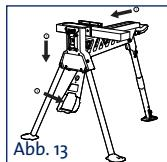

Abb. 13
1. Legen Sie das Werkstück an der vorderen feststehenden Klemmbauste (2) an. Schieben Sie die bewegliche Klemmbauste (1) gegen das Werkstück. Die bewegliche Klemmbauste kann entweder mit der Hand oder dem Fußpedal verschoben werden.
2. Schieben Sie den Arretierung-/Entsperrschauder zur Arretierung nach unten. Treten Sie das Fußpedal, um das Werkstück festzuklemmen. Siehe Abb. 13.